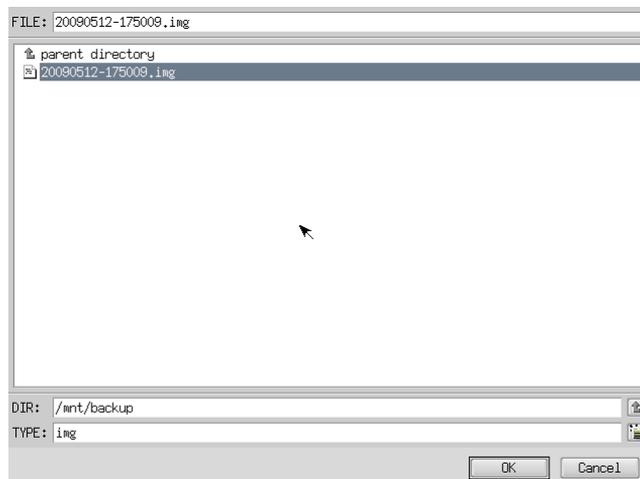

図 6-4-3. ファイル参照画面
- ⑦ ファイル参照画面（図 6-4-3）が表示されます。②で接続したメディアは、/mnt にマウントされていますので、/mnt 以下から目的のファイルを探してください。[OK]を押すとファイル選択画面にもどります。